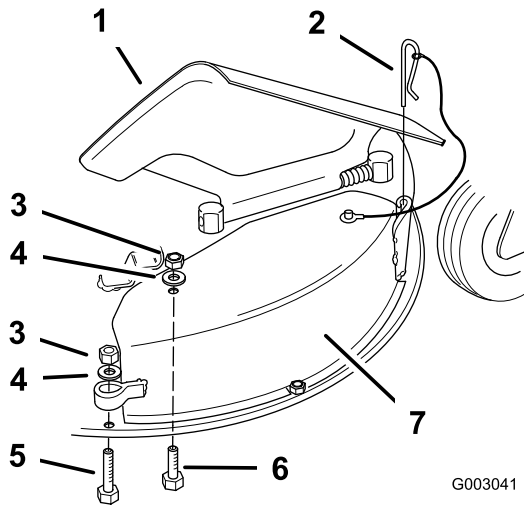

Figura 54
4. Eleve el deflector de hierba y retire el pasador de la parte delantera de la tapa de descarga (Figura 54).
5. Retire la contratuerca, la arandela plana y el perno (5/16 x 1-1/4 pulgadas) que sujetan la parte superior de la tapa de descarga a la parte superior del cortacésped (Figura 54).
6. Retire la contratuerca, la arandela plana y el perno (5/16 x 2-1/4 pulg.) que sujetan el anillo de la parte trasera de la tapa de descarga al anillo de la plataforma (Figura 54).
7. Retire la tapa de descarga del cortacésped (Figura 54).